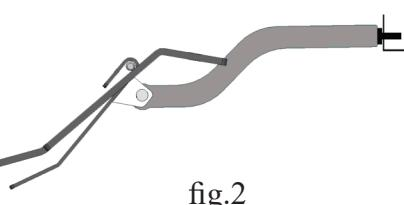

fig.2
Deze indraaien om de klep een helling te geven indien er te weinig trek is (venster die bv snel of abnormaal zwart wordt). De klep zal hellend openblijven bij gesloten deur (zie fig. 2)
Dans la porte, à l'intérieur du profilé supérieur, se trouve une vis de réglage (1). Quand on visse, le clapet de fumées se trouvera en position inclinée lorsque la porte est fermée (fig. 2). Ceci dans le cas d'une situation de mauvais tirage (vitre qui devient par exemple vite noir).